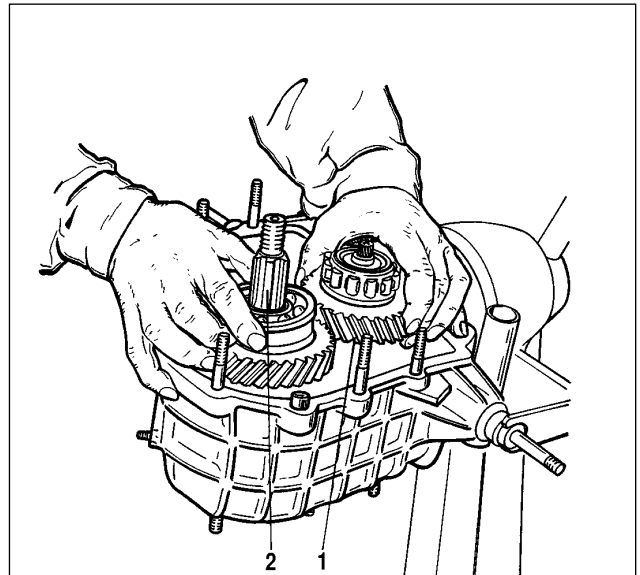

Fig. 3-44. Repose des arbres primaire et celui intermédiaire dans le carter:
- arbres menat et celui intermédiaire à installer simultanément dans le carter de la boîte de transfert (fig. 3-44);